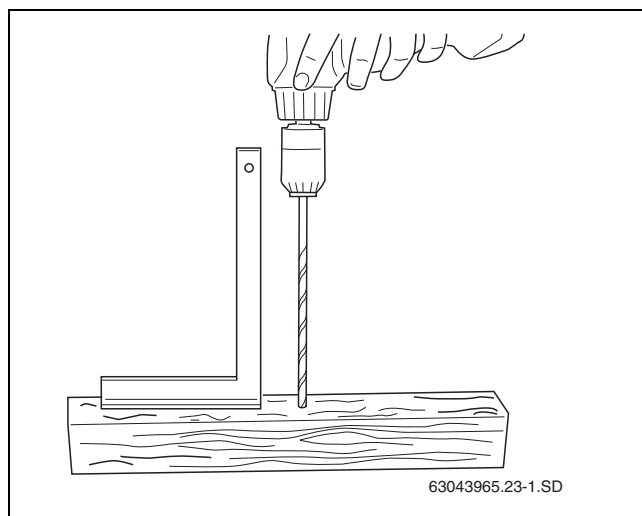

Рис. 21 Изготовление шаблона
- ▶ Используйте брус длиной 0,50 – 1,00 м. Вертикально просверлите в брус сквозное отверстие \varnothing 6 мм (рис. 21).